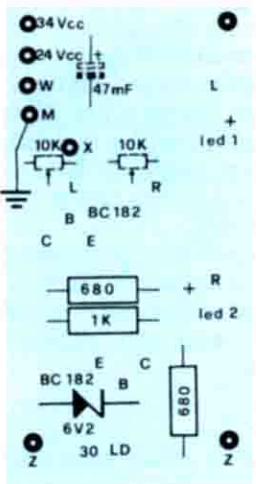

Fig. 8
- fare attenzione a non montare i deviatori alla rovescia (v. fig. 8) e non dimenticare di saldarne, oltre ai piedini, anche la carcassa metallica;
- saldare il deviatore facendo attenzione a non montarlo alla rovescia (v. fig. 8) e asportare ogni residuo di saldature dai piedini mediante un pennello intriso di trielina; successivamente montare (lato-rame) il condensatore C27 ed il portafusibile.